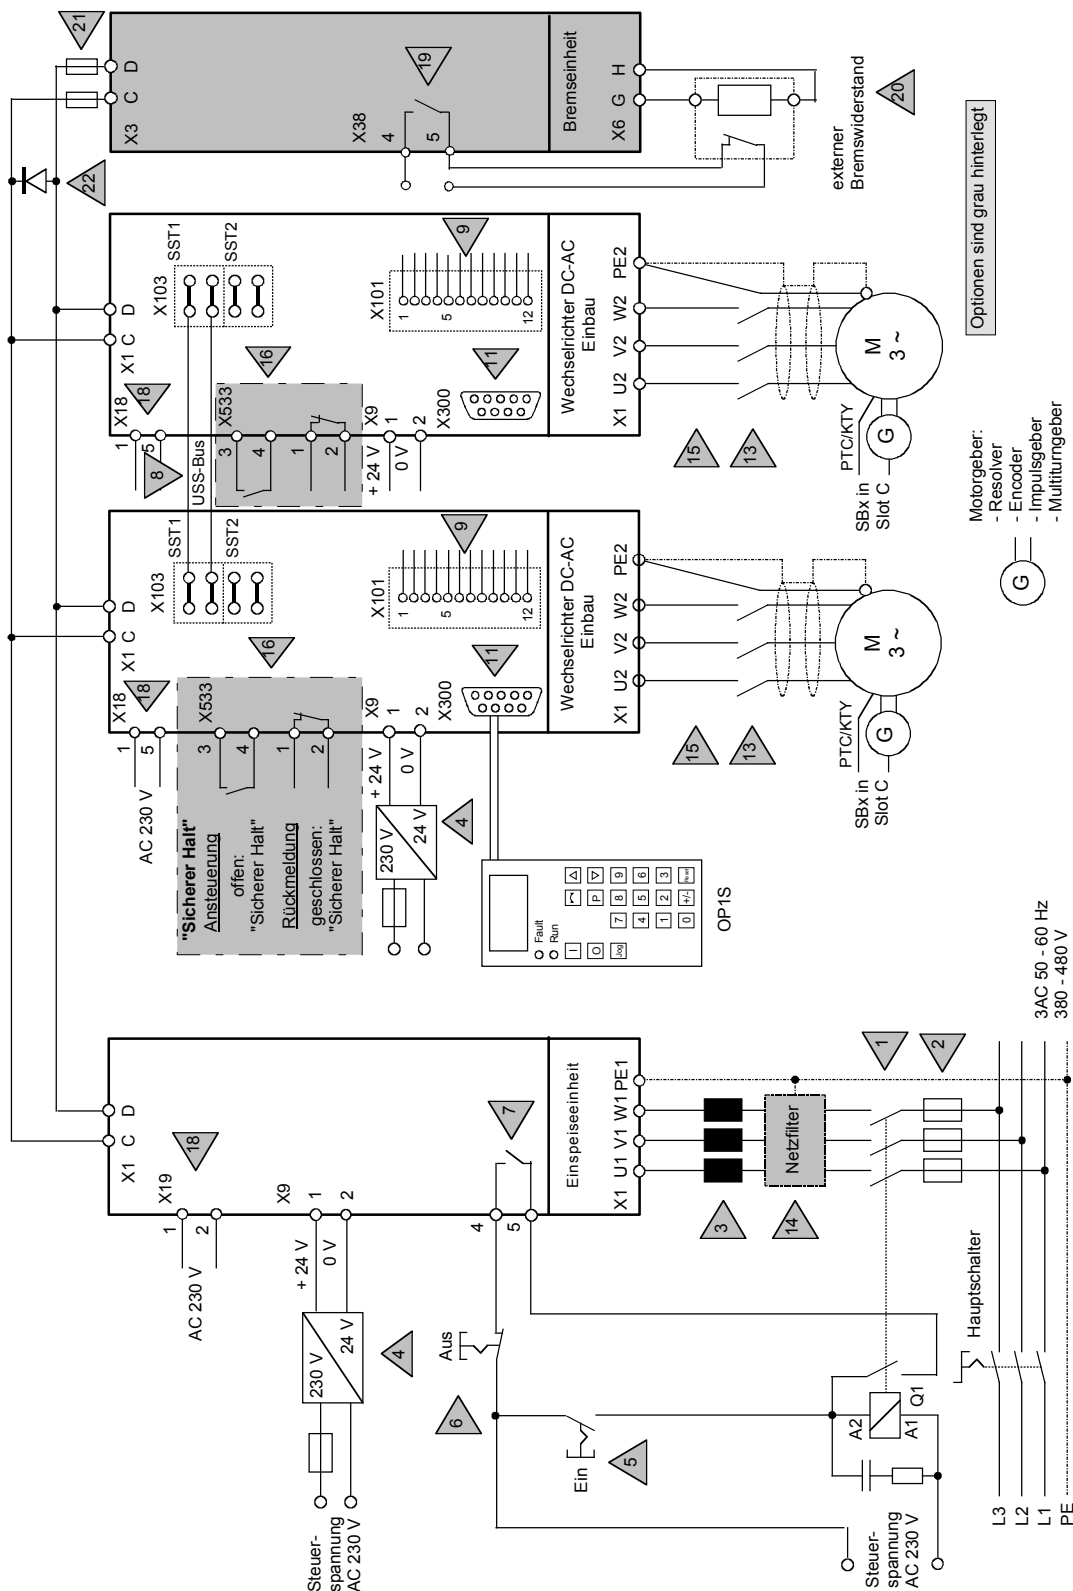

Bild 2-6 Aufbaubeispiel Mehrachsantrieb mit Einbaugeräten
- Mehrachs Antrieb mit Einbaugeräten (siehe Bild 2-6 auf Seite 2-11)